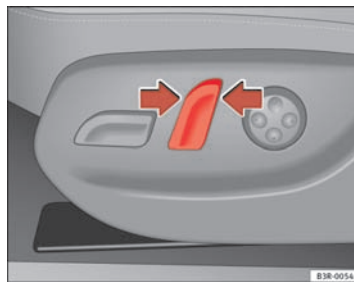

Fig. 109 Siège avant :
- Pressez la commande dans le sens de la flèche correspondant ⇒ fig. 109 pour ajuster le dossier de siège ⇒ **!**.